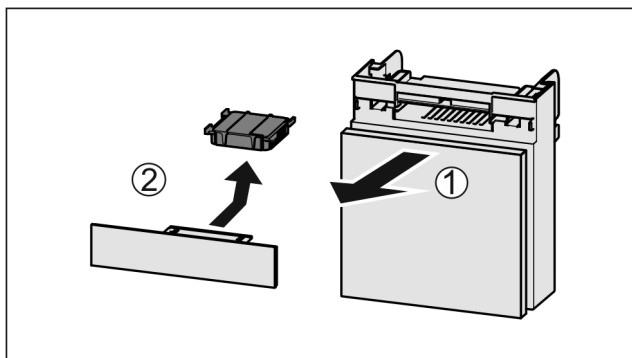

Fig. 59
- ▶ Zásuvku vytáhněte dopředu Fig. 59 (1).
- ▶ Filtr s aktivním uhlím vyjměte Fig. 59 (2).